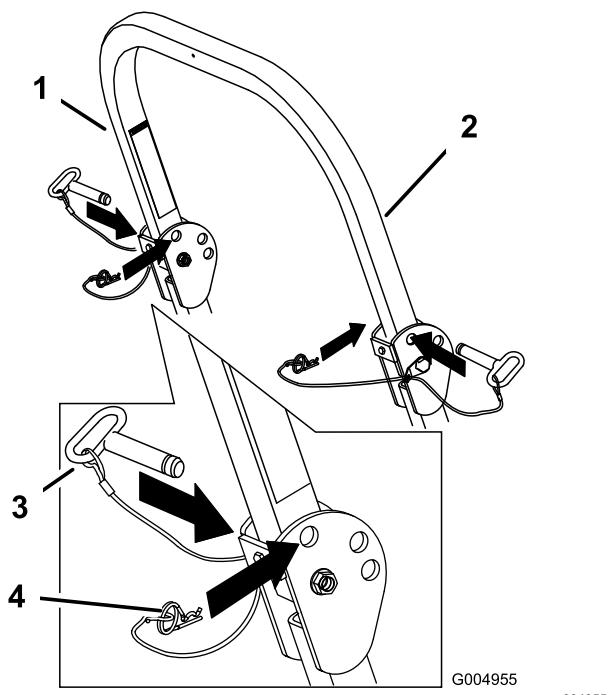

Bild 9
1. Entfernen Sie die Splints und die zwei Stifte (Bild 9).
3. Setzen Sie die zwei Stifte ein und befestigen sie mit den zwei Splints (Bild 9).